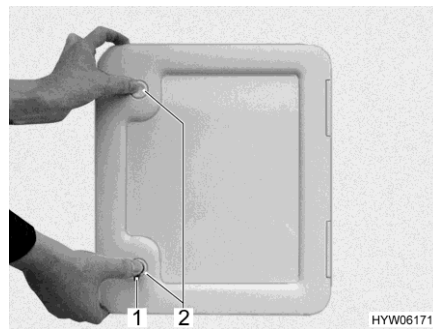

Fig. 289 Trampilla para el depósito de aguas fecales
- Abrir la trampilla para el depósito de aguas fecales en el exterior del vehículo. Para esto, introducir la llave en el cilindro de cierre del cierre a presión (Fig. 289,1, Fig. 290,1 ó Fig. 291,1) y girarla un cuarto de vuelta.
- En caso de existir: presionar ambos cierres a presión (Fig. 289,2 ó Fig. 291,2) al mismo tiempo con el pulgar y abrir la trampilla.